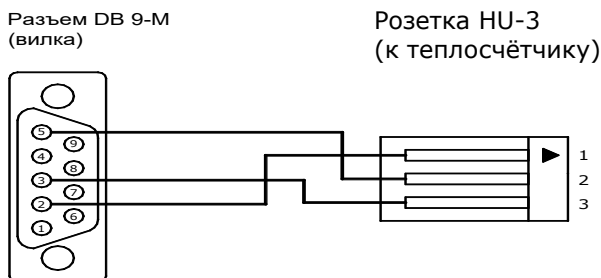

Рис. 7.4 Переходной кабель RS-232C (ТЭСМА-106 – АПД)
7.6.2 В случае, когда теплосчетчик поставляется с установленным переходным кабелем (см. карту заказа, ПРИЛОЖЕНИЕ А), для считывания данных по интерфейсу RS-232C в ПК необходимо подключить к переходному кабелю, изображенному на рис. 7.4, нуль-модемный кабель (см. рис. 7.5).
7.6.3 Для считывания данных по интерфейсу RS-232C в адаптер переноса данных необходимо подключить адаптер к переходному кабелю (см. рис. 7.4).